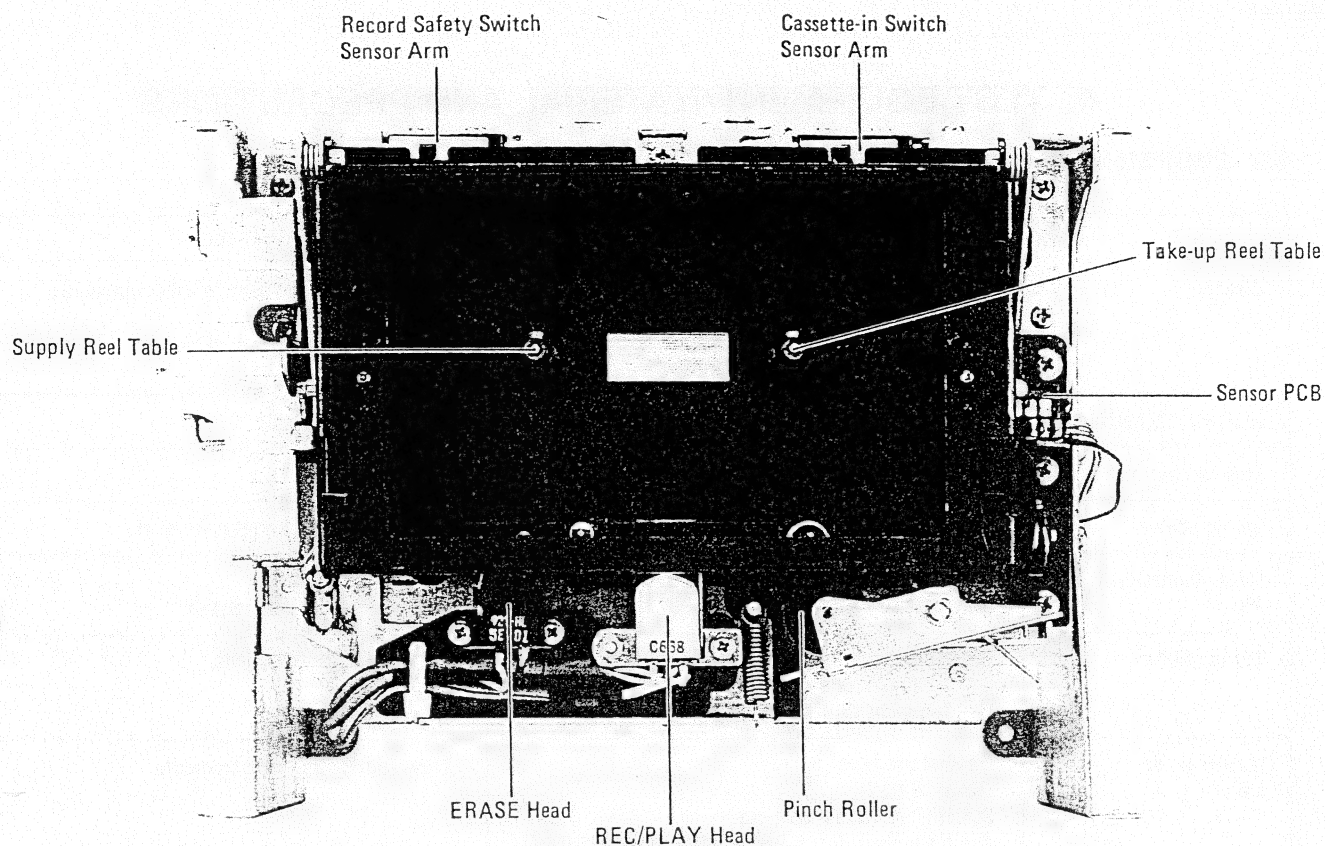
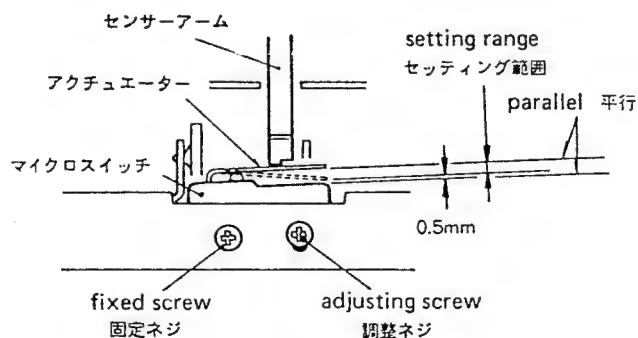

Fig. 3-2
Fig. 5-1
3. Adjust mounting position of the two micro switches, cassette-in switch (S502) and record safety switch (S501) (for switch location, refer to Fig. 3-2, so that the actuator position is in the setting range shown by Fig. 5-1.
3. カセットイン・スイッチ (S502)、録音防止スイッチ (S501) 共 (両スイッチ取付個所は図3-2を参照)、アクチエータ位置が図5-1のセッティング範囲内になるようにスイッチ取付位置を調整する。